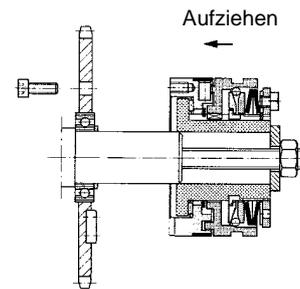
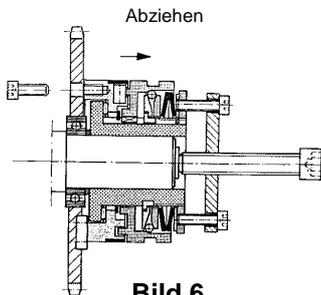

Bild 3
Bild 6
Bei den Ausführungen "EAS[®]-kurze gelagerte Nabe" und "EAS[®]-lang vorstehende Nabe" werden die Antriebs Elemente auf die Kupplungsnabe montiert und mit dem Druckflansch (2) der EAS[®]-Kupplung verschraubt. Anschließend wird die Kupplung mit einer Vorrichtung auf die Welle gezogen. Bei EAS[®]-Flanschausführung zuerst Antriebs Element mit Lagerung auf die Welle montieren, dann die Kupplung auf die Welle aufziehen und mit dem Antriebs Element verschrauben (Bild 3). Bei Stoß- und Rüttelbetrieb sollte zusätzlich zwischen Antriebs Element und Druckflansch (2) eine Querspannfeder eingebaut werden (Bild 6).
Benutzen Sie zum Abziehen der Kupplung, je nach Einbaulage, entweder die Gewindelöcher in der Einstellmutter (8.1) oder im Druckflansch (2). Bei EAS[®]-Flanschsausführung muss das Antriebselement vor dem Abziehen vom Druckflansch (2) abgeschraubt werden (Bild 6).